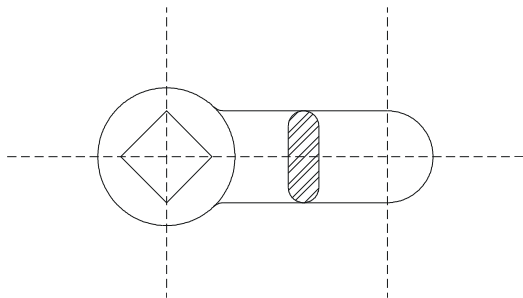

图 4-1-7
(5) 使用 BHATCH 命令填充前面绘制的圆角矩形, 最终效果如图 4-1-7 所示。其具体操作如下:
STEP 04 单击“拾取点”按钮, 系统返回绘图区中, 点取图 4-1-7 所示填充区域, 系统返回“边界图案填充”对话框。